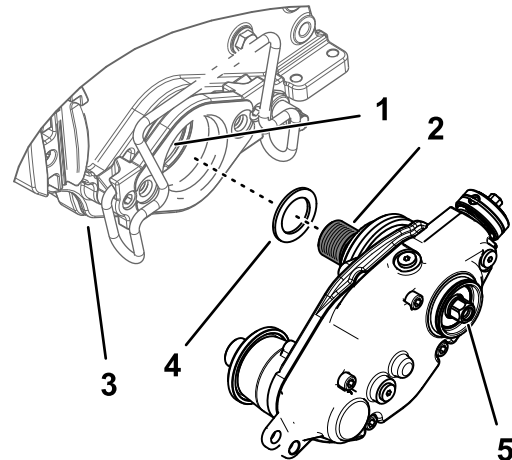

Bild 13
2. Wenn der Groomerantrieb an der linken Seite der Schneideinheit montiert ist, legen Sie die Beilagscheibe auf das Gewinde des schwarzen Spindeladapters (Bild 13).
4. Befestigen Sie den Groomerantrieb an der Spindelwelle (Bild 13).
6. Ziehen Sie bei zurückgehaltener Spindel den Sechskantantrieb der Antriebswelle auf ein Drehmoment von 135-150 Nm an, siehe Bild 13.